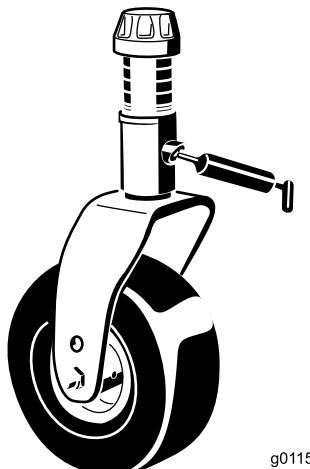

Figura 19
- Casquilhos do eixo da forquilha da roda giratória (4) (Figura 19).